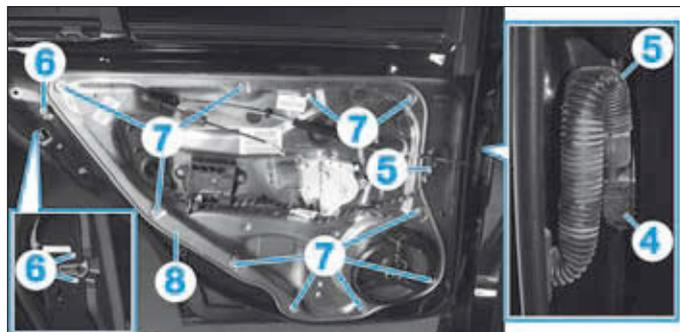

FIG. 53
- Débrancher le connecteur (4) et extraire le faisceau électrique (5) de la porte (Fig.53).
- Déposer les vis (6) de la serrure de porte.
- Fraiser les rivets (7).
- Récupérer le module de porte (8).